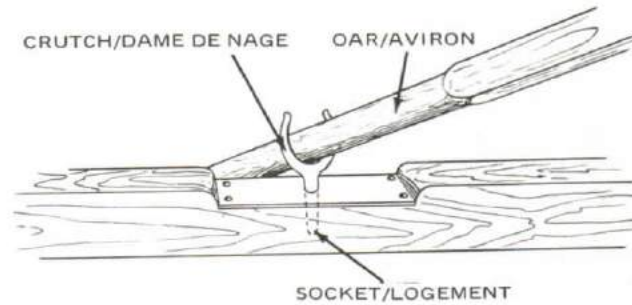
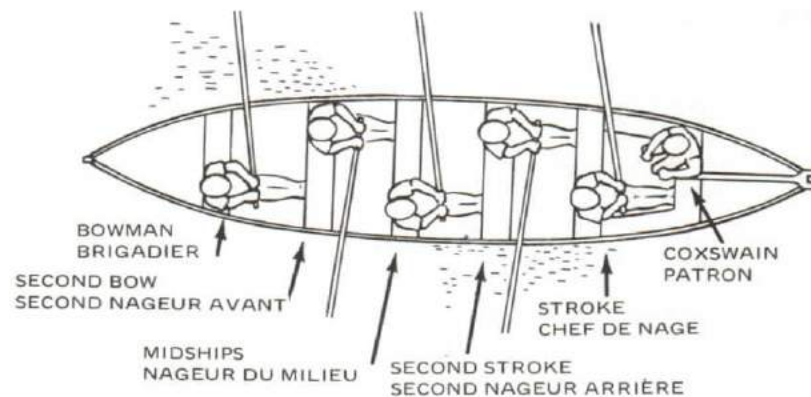

Figure 12-33
Figure 12-34
5. There now remains one pulling boat in service in HMC ships, the 27 foot whaler. The fittings for pulling are illustrated in Figure 12-33. The positions of crew are shown in Figure 12-34.
5. À bord des navires de guerre canadiens, une seule embarcation à avirons reste toujours en service, c'est la baleinière de 27 pieds. Ses appareils de nage sont illustrés à la figure 12-33. La position de son équipage est indiquée à la figure 12-34.